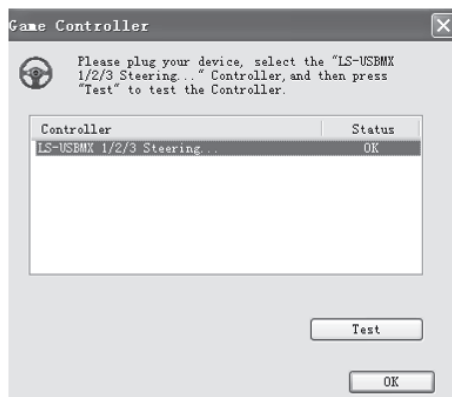
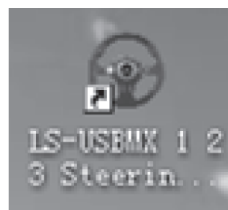
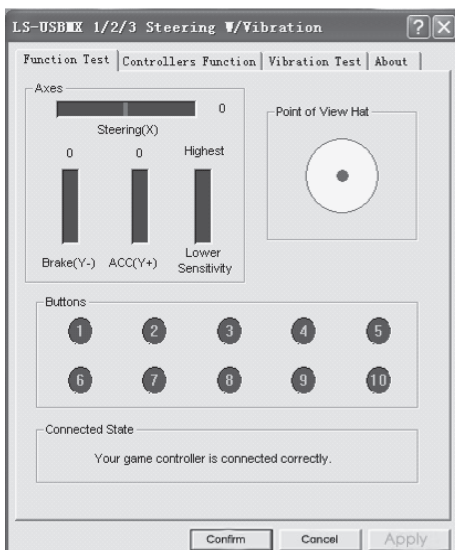

Рис. 4
Рис. 5
Рис. 6
- Вставьте CD-диск с драйверами в дисковод ПК и запустите программу «setup.exe» для установки драйверов на ПК. Автоматически откроется окно «Game Controller» (рис. 4), а также появится иконка «LS-USBMX 1 2 3 Steerin...» (рис. 5), что удобно для будущих регулировок.
- Нажмите на кнопку «Test» (см. рис. 4), и на дисплее ПК появится окно «LS-USBMX 1/2/3 Steering» (рис. 6). Здесь вы можете произвести основные настройки осей и клавиш.